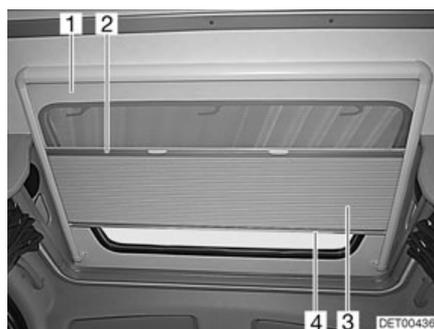

Fig. 58 Tragaluz
Estor plegable El estor plegable (Fig. 58,3) está unido fijamente con la protección contra insectos (Fig. 58,1).
- Coger el estor plegable por el centro de la tablilla final (Fig. 58,4) y tirar con cuidado hacia abajo.
- Regresar el estor plegable lentamente a su posición por la tablilla final (Fig. 58,4).
- Detener el centro de la tablilla final (Fig. 58,2) de la protección contra insectos y tirar con cuidado completamente hacia abajo.
- Regresar la protección contra insectos lentamente a su posición por la tablilla final del estor plegable (Fig. 58,4).